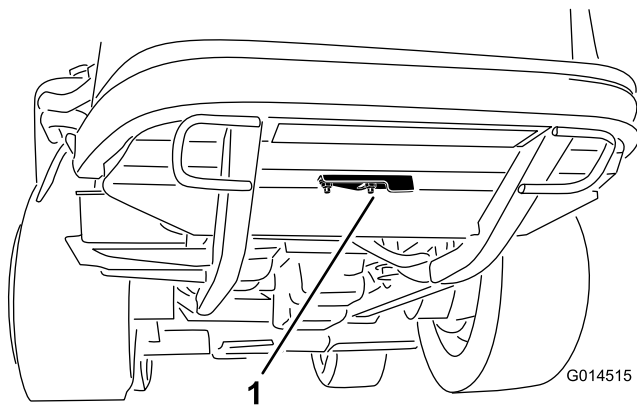

Figura 40
2. Afloje la tuerca con arandela prensada que sujeta la tapa del hueco de limpieza a la parte inferior del bastidor trasero (Figura 40). Gire la tapa a un lado para tener acceso al hueco de limpieza del bastidor.